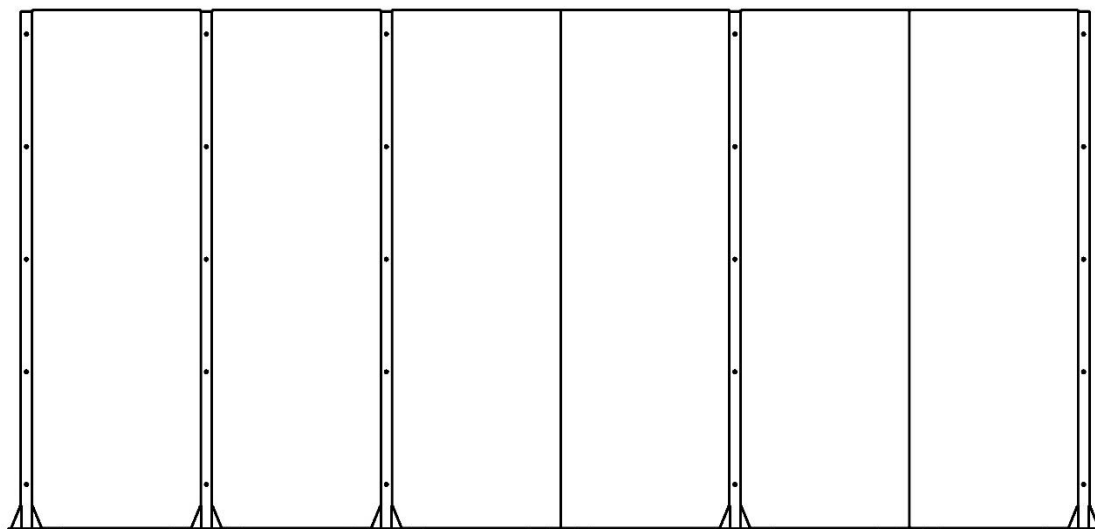

Рисунок 5
4.2 **Внимание!** При монтаже панелей последовательно в ряд необходимо устанавливать стойку не более чем через две соединённые панели (рисунок 5).